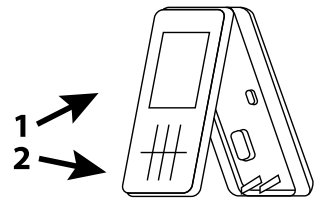

Рис. 10.
4. После соединения соединительных проводов с корпусом проводного контроллера, как показано на рис. 10, установите основную часть в соответствующей последовательности: